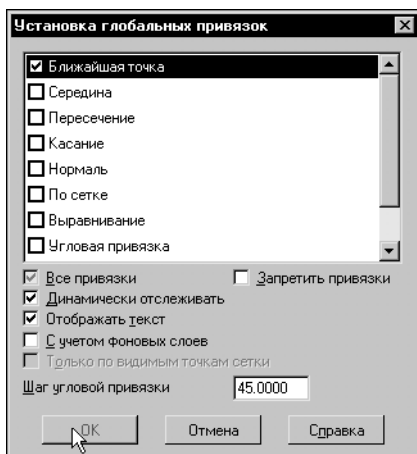

Рис. 59.30. Активизация привязки
3. Активизируйте глобальную привязку **Ближайшая точка**, выключив все остальные (рис. 59.30).